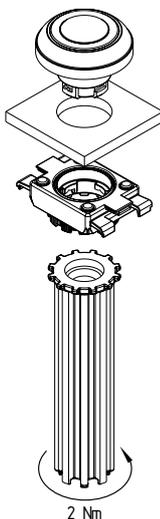

Fig. 2
- Montagem de elementos de controle e flanges de montagem com ajuda da ferramenta de montagem RMW "rodando à direita" (ver fig. 2):